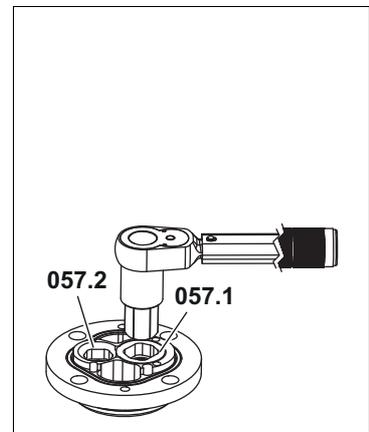

Fig. 11
6. Desenrosque los anillos roscados **057.1** y **057.2** de la tapa del cojinete, véase Fig. 11, página 31. Anchos de llave véase Tab. 2, página 33.